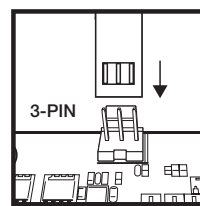

Figura 2
- > Ligue o cabo do tacómetro da bomba ao coletor da ventoinha do processador da placa principal (Figura 2).